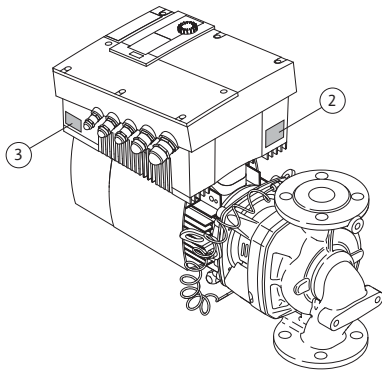

Fig.12: Расположение фирменных табличек:
- Фирменная табличка привода расположена на электронном модуле со стороны кабельных вводов (рис. 12, поз. 3). Подключение к электросети должно выполняться в соответствии с параметрами, указанными на фирменной табличке привода.